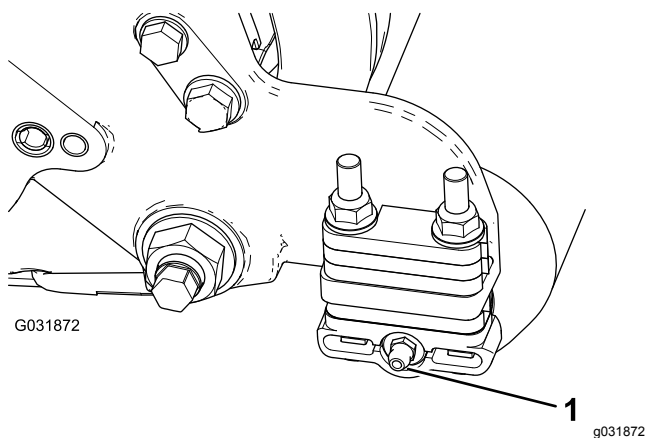

図 7
- ローラブラシハウジングのついているカットングユニットの側面からグリスフィッティングを外す 図 7。